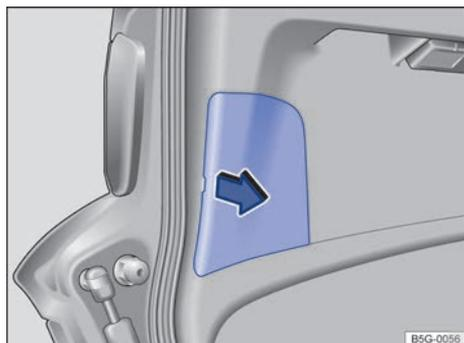

Fig. 172 En el portón del maletero: retirar la tapa.
3.	Desmonte la tapa con cuidado en el sentido de la flecha, si fuera necesario haciendo palanca con la punta plana del destornillador de las herramientas de a bordo → fig. 172.